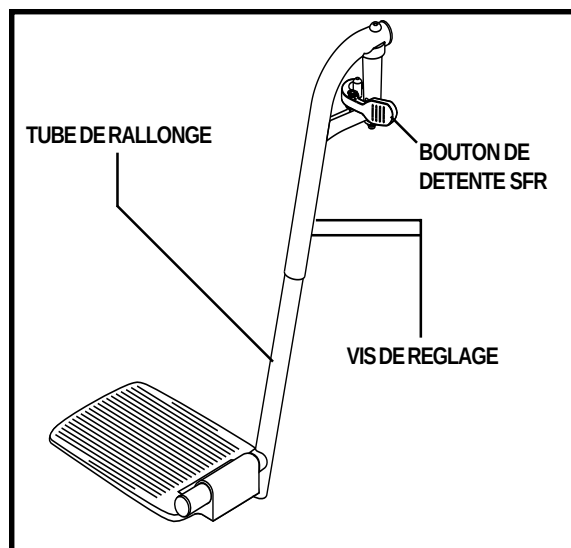

Figure 23. Repose-pieds retractables
1. Pesez sur le bouton de détente des SFR. Voir la figure 23.
1. Retirez les deux vis dans la rallonge de tube. Voir la figure 23.